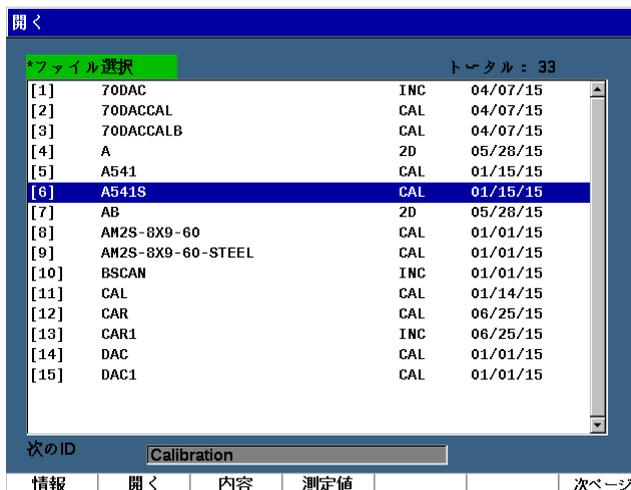

図 10-6 開くページ
1. **ファイル > 開く** を選択します（200 ページの図 10-6 参照）。